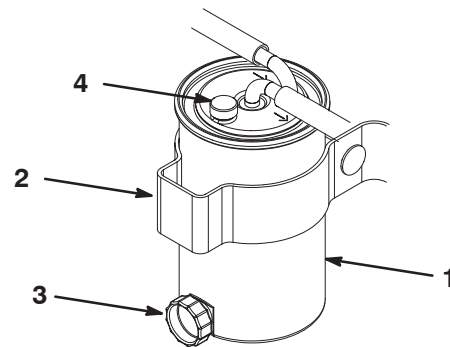

Figure 48
1. Nettoyez la surface autour des supports de la cartouche du filtre (Fig. 48).
4. Ouvrez le robinet de vidange du filtre et la soupape de respiration (Fig. 48).